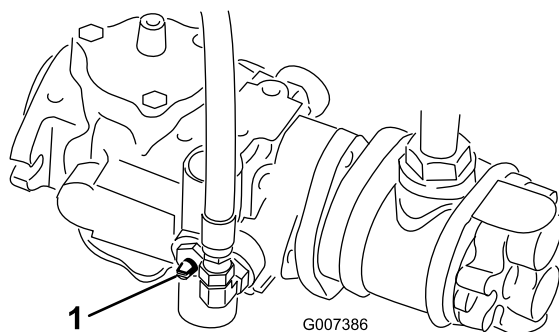

Figura 35
1. Girate la valvola bypass sulla pompa in modo che la scanalatura sia verticale (Figura 35).
2. Prima di avviare il motore chiudete la valvola bypass girandola in modo che la scanalatura sia orizzontale (Figura 35). Non avviate il motore quando la valvola è aperta.